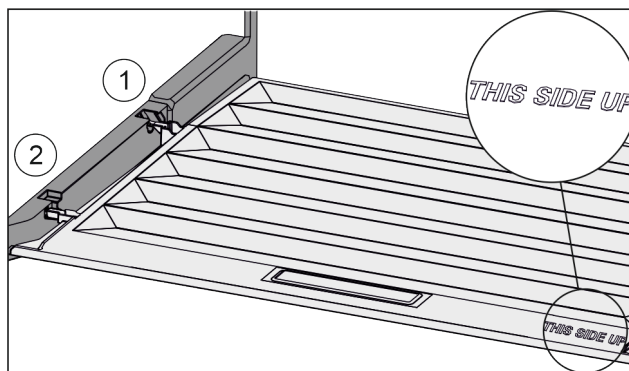

Fig. 92
- Robova predala vstavite nad odprtino zadnjega držala Fig. 92 (1), spredaj pa ju zataknete v držalo Fig. 92 (2).